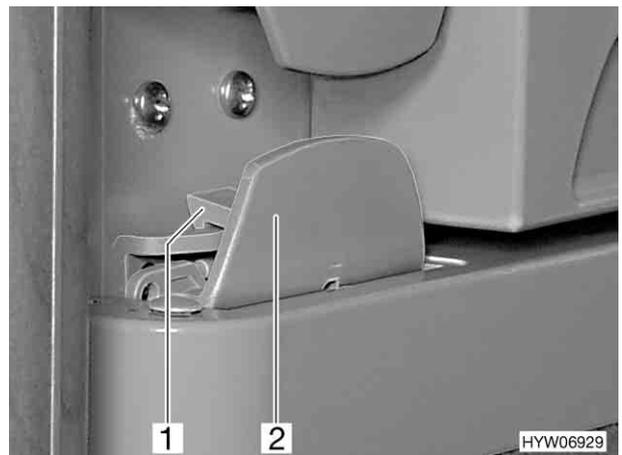

Bild 122 Verriegelung der Kühlschrankschranktür, geschlossen (N80P)
- Kühlschrankschranktür am Griff (Bild 122,2) öffnen. Die Verriegelung (Bild 122,1) wird automatisch gelöst.